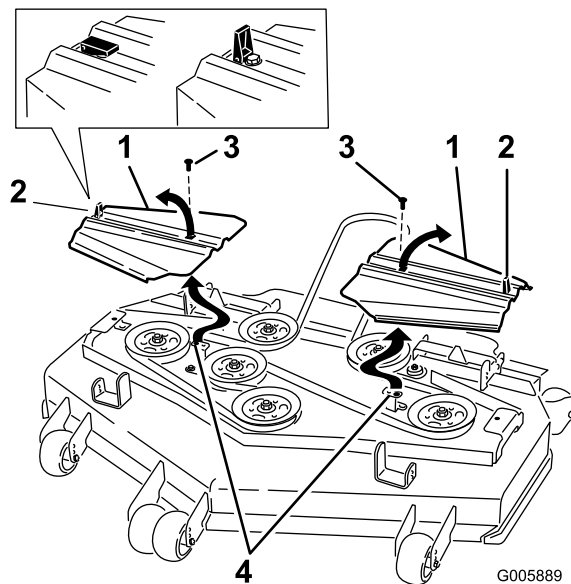

Figure 52
12. Posez les couvercles de courroies en engageant les languettes dans les rainures. Posez les vis et fermez les verrous (Figure 52).